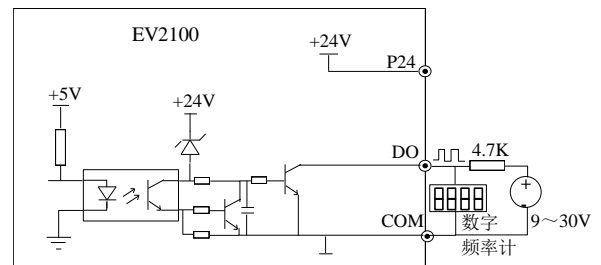

图3-30 输出端子DO连接方式2
④数字脉冲频率输出DO也可使用外部电源，9V~30V，接线方式请参见图3-30。